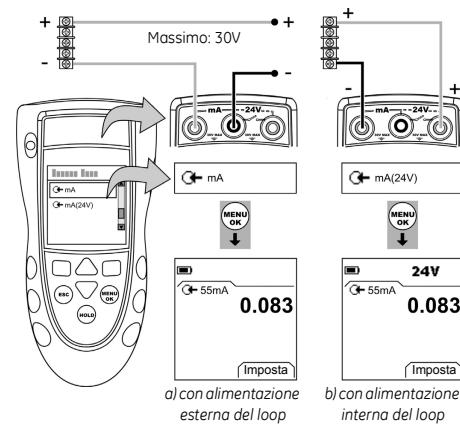

Figura 4: Esempio configurazione – misura di mA
- Collegare lo strumento (Figura 4) e, se necessario, modificarne il Setup (Tabella 1).